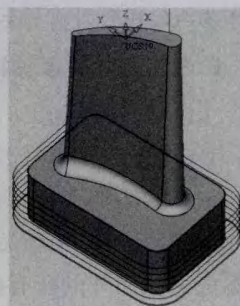

图9 底板侧面精加工刀路
(6) 底板侧面精加工 底板侧面精加工采用2.5轴型腔精铣侧壁，刀具为D16R0平底刀，安全平面为20mm，零件精加工余量为0，轮廓精度为0.01mm，刀具定位在轮廓外部，切削深度为5mm，主轴转速为2 500r/min，进给速度为450mm/min。底板侧面精加工刀路如图9所示。